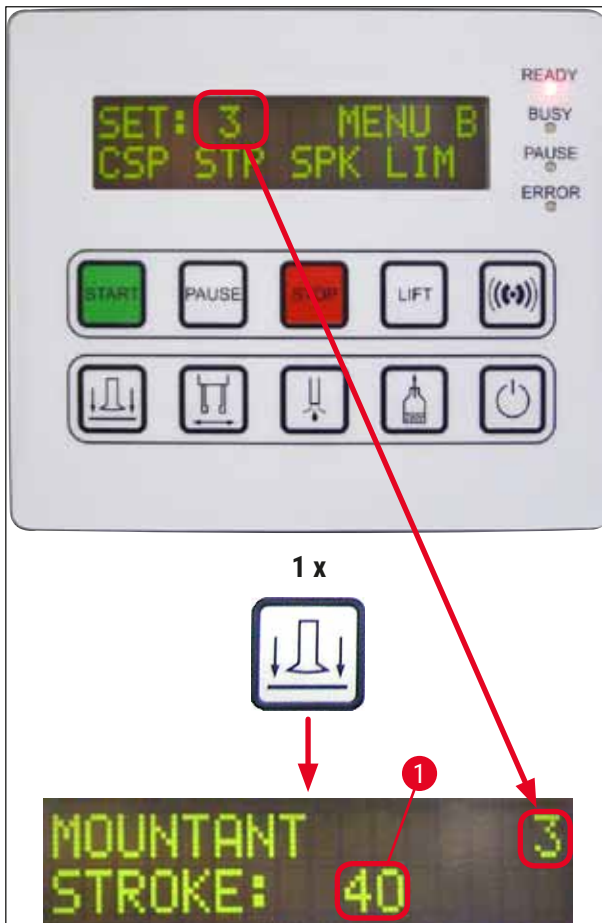

Fig. 40
1. Pour modifier la longueur de l'application du milieu de montage (**STK**) (APPL), appuyer sur la touche **RELEASE COVERSLIP** (LIBÉRER LE COUVRE-OBJET) (→ Fig. 40).